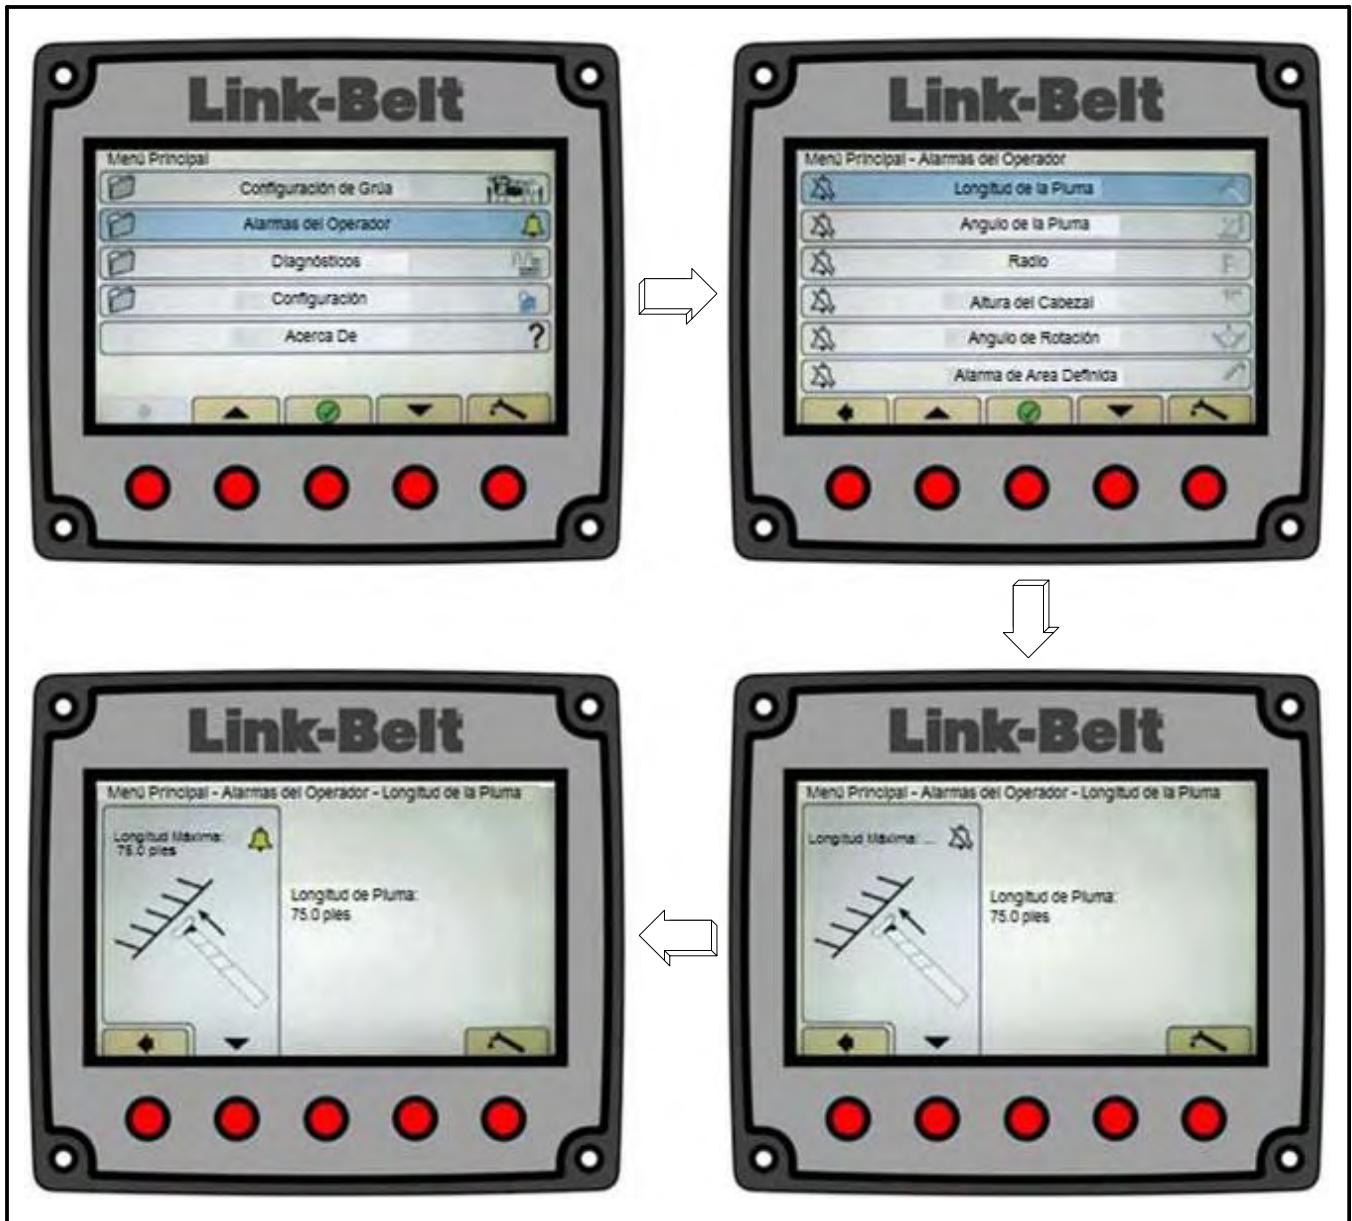

Figura 1—89
2. Desplácese hasta Alarmas del Operador y presione el botón ACEPTAR / Entrar . Refiérase a la Figura 1–88.